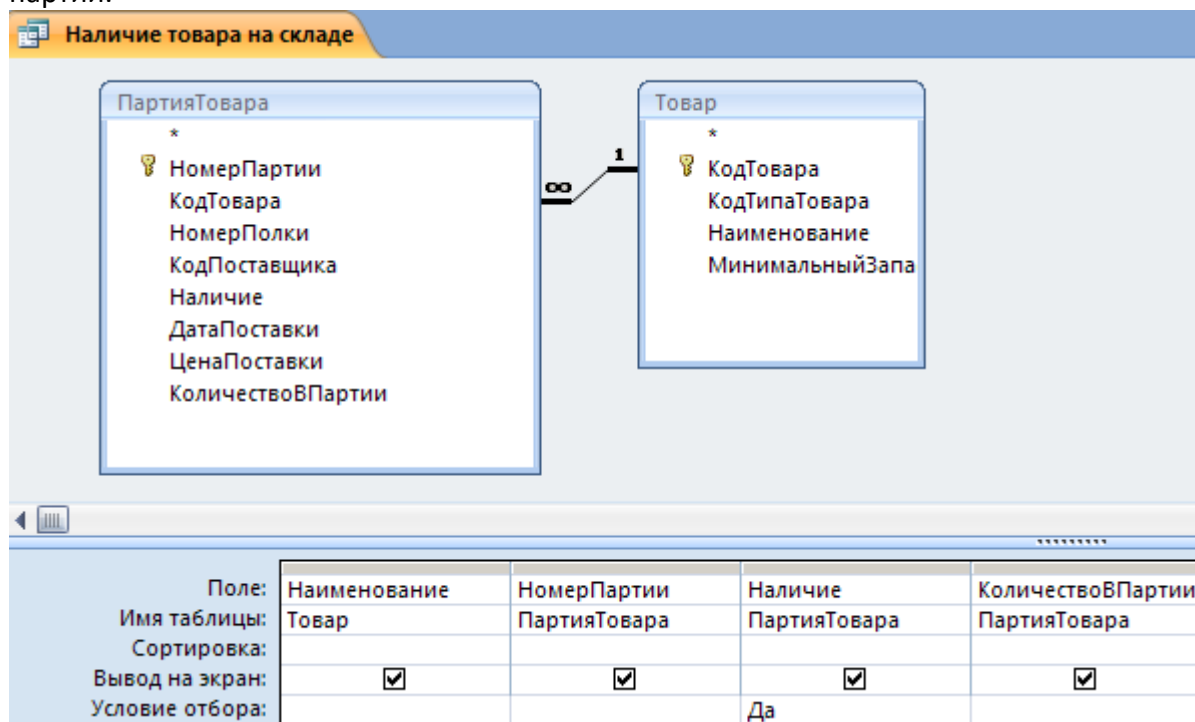

Рис.12. Запрос о наличии партий товара на складе
3. В форму ЗАКАЗ можно добавить еще одну командную кнопку для выполнения запроса на выборку НАЛИЧИЕ_ТОВАРА_НА_СКЛАДЕ (рис.12).